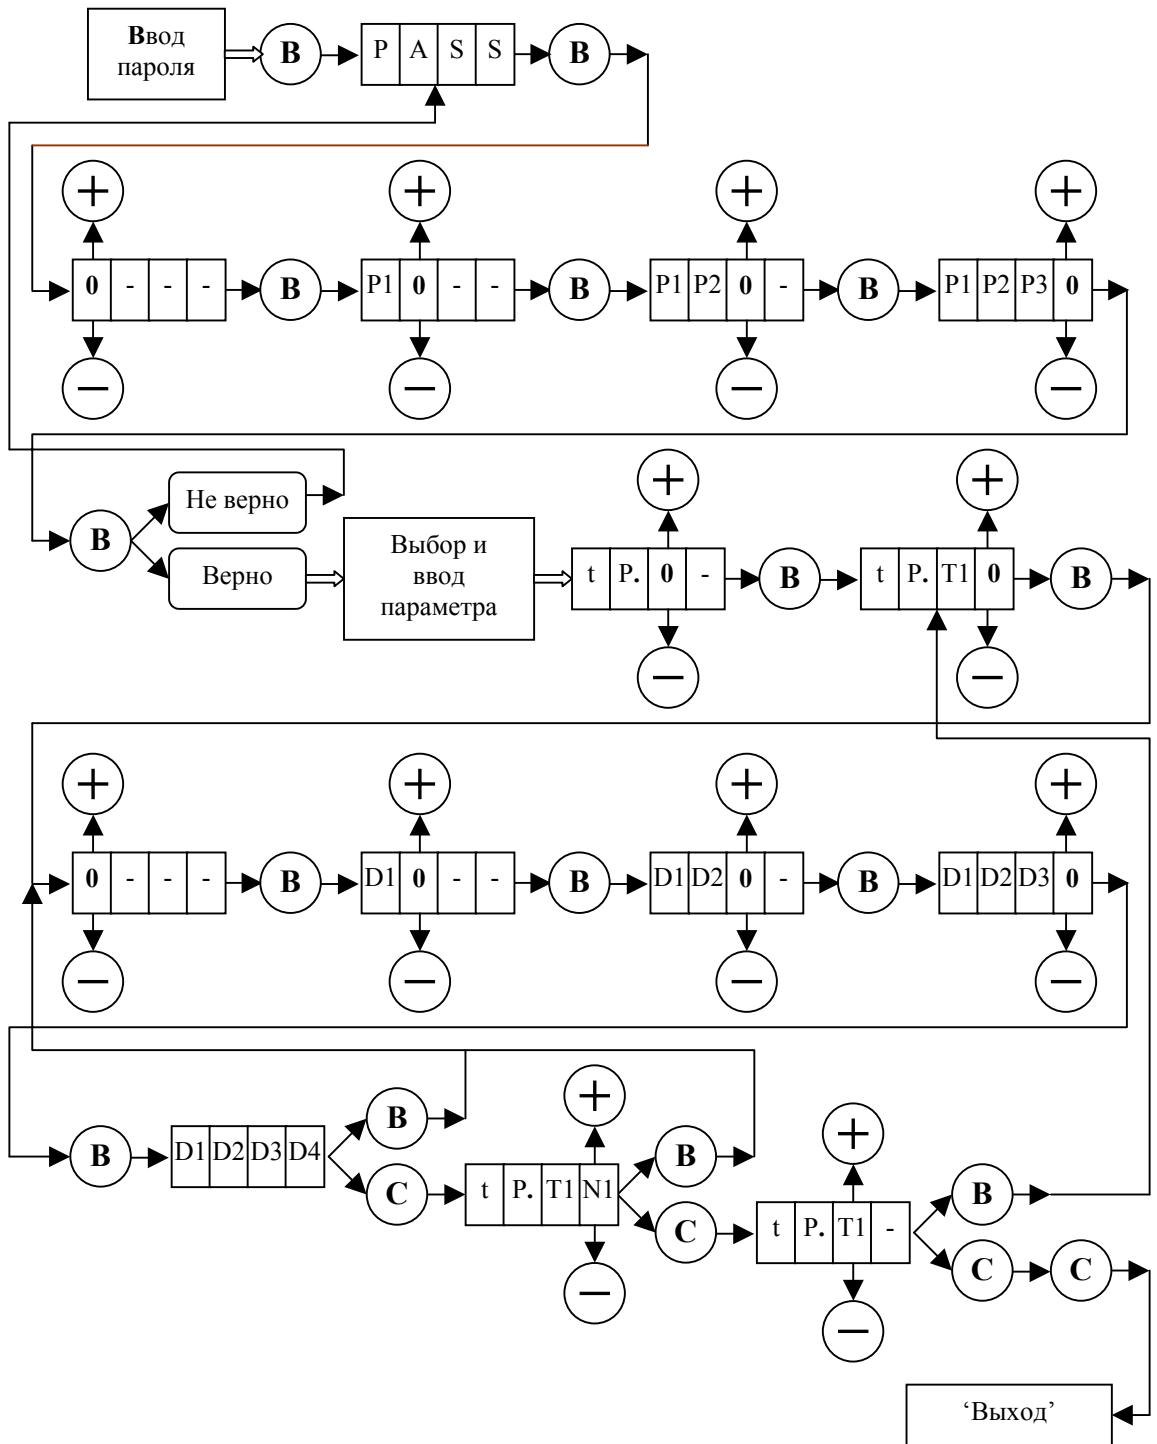

Рис. 5. Ввод параметров с помощью клавиатуры.
3.7.12.2. На **рис. 5** изображена диаграмма ввода параметров с помощью клавиатуры, где кружки с соответствующими надписями обозначают кнопки клавиатуры, причем буква **B** обозначает **ВВОД**, а буква **C** – **СБРОС**.